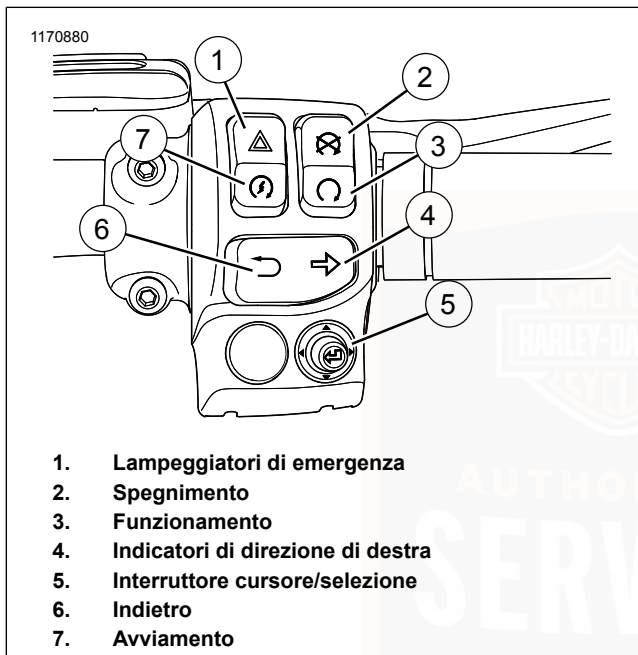

Figura 25. Modulo dell'interruttore di destra (tipico)
Vedere Figura 25. L'interruttore dei lampeggiatori di emergenza (1) consente di accendere i lampeggiatori di emergenza su una motocicletta in panne. Attivando i lampeggiatori di emergenza, è possibile lasciare la motocicletta con l'alimentazione spenta in attesa di soccorsi. Vedere Tabella 32.
Vedere Figura 25. Premere l'interruttore di ARRESTO/FUNZIONAMENTO su arresto (2) per spegnere il motore. Vedere Tabella 32.
Vedere Figura 25. Premere l'interruttore di ARRESTO/FUNZIONAMENTO su funzionamento (3) per permettere al motore di avviarsi. Per avviare o far funzionare il motore, l'interruttore di ARRESTO/FUNZIONAMENTO deve essere su funzionamento. Vedere Tabella 32.
Vedere Figura 25. Premere l'interruttore dell'indicatore di direzione di destra (4) per attivare l'indicatore di direzione di destra. Vedere Tabella 32.
Vedere Figura 25. L'interruttore a cinque posizioni CURSOR/SELECT (5) (cursore/selezione) comanda le funzioni della radio sui veicoli che ne sono dotati. Vedere il MANUALE D'USO del BOOM! BOX. Vedere Tabella 32.
Vedere Figura 25. L'interruttore posteriore (6) comanda le funzioni della radio sui veicoli che ne sono dotati. Vedere il MANUALE D'USO del BOOM! BOX. Vedere Tabella 32.
2. Vedere Figura 25. Portare l'interruttore di ARRESTO/FUNZIONAMENTO su FUNZIONAMENTO (3). Portare il cambio in folle. Si accenderà la spia (verde) del folle. Vedere Avviamento del motore (Pagina 133).
3. Premere l'interruttore di avviamento (7) per azionare il motorino di avviamento. Vedere Tabella 32.